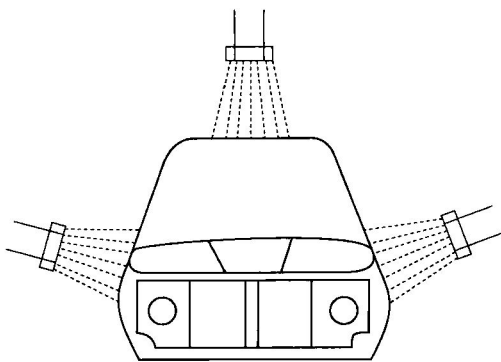

图 1-12 面漆涂装
d. 面漆涂装。如图 1-12 所示, 面漆喷涂根据车辆所喷涂面漆种类的不同, 适当调整喷涂工艺顺序。若喷涂素色面漆(单工序面漆), 则在喷涂完面漆之后就可以进行下一道工序的操作。若喷涂金属效果或珠光效果的面漆(双工序或三工序面漆), 则在喷涂完底色漆之后再喷涂清漆, 方可进行下一道工序的操作。